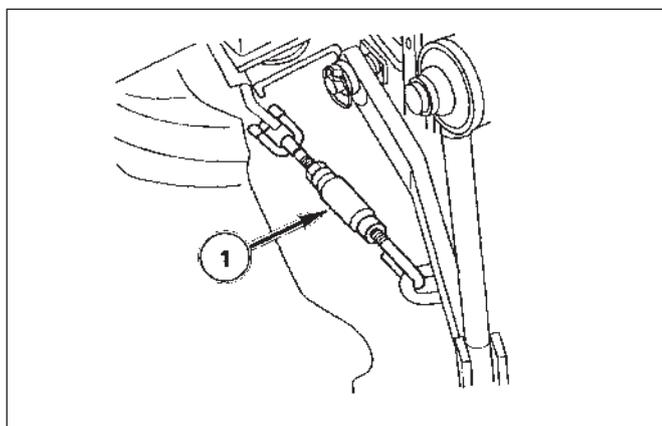

FIG. 5-34
**FIG. 5-34:** Il faut limiter le mouvement latéral de certains équipements. La barre stabilisatrice, 1, à chaque bras inférieur doit être réglée de manière uniforme pour réduire le mouvement latéral. Évitez cependant d'éliminer tout jeu latéral sous peine d'endommager le bras inférieur. Les bras autorisent deux positions pour attacher le bras supérieur au tracteur.